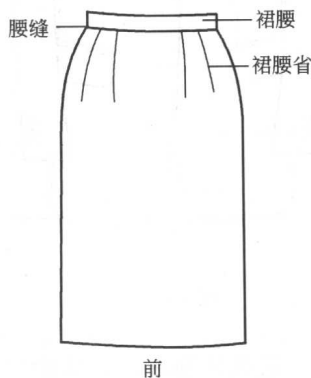

图 1-3
2. 裙装 (见图 1-3 所示)
① 裙腰：指与裙身上口缝合的部件。
② 腰上口：腰上部边沿部位。
③ 裙腰省：裙前后片为了符合人体曲线而设计的省道，省尖指向人体的突起部位，前片为小腹，后片为臀大肌。
④ 裙裱：裙前片在裁片上预留出的宽松量，通常经熨烫定出裱形，在装饰的同时增加可运动松量。
⑤ 腰缝：指腰上口或裙身上口缝合后的缝。